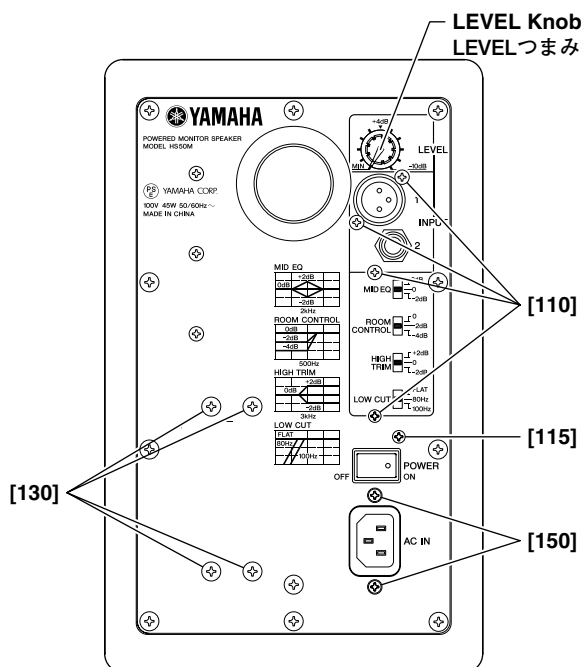

Fig. 3 (図 3)
- 5-5 Remove the three (3) screws marked [G] and remove the case PWB. (Photo. 3)
- 5-2 [110]のネジ4本と[115]のネジ1本を外します。(図3)
- 5-3 LEVELつまみと[E]の六角ナットおよび[D]のワッシャを外します。(図3、写真5)
- 6-2 Remove the four (4) screws marked [130]. The TRANS circuit board with the power transformer can then be removed. (Fig. 3)
- 7-2 Remove the two (2) screws marked [150]. (Fig. 3)
- 6-2 [130]のネジを4本外し、TRANSシート(電源トランス付)を外します。(図3)
- 7-2 [150]のネジを2本外します。(図3)